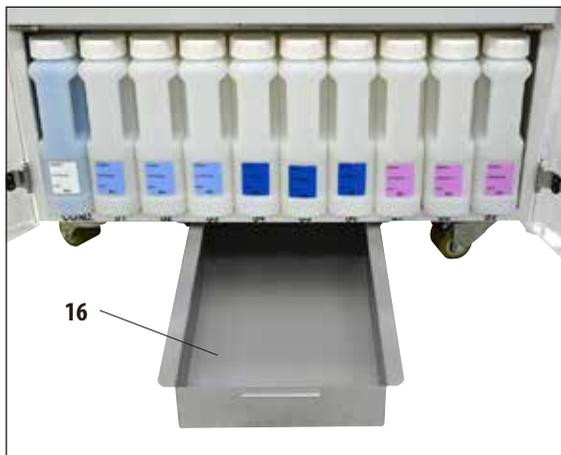

Fig. 230
Vérifier régulièrement que le bac collecteur (16) ne présente aucun signe de fuite de réactifs (fig. 230). Cette mesure est **recommandée** à la fin de chaque programme d'infiltration et de nettoyage pour que la quantité de réactif qui a fuit ne s'évapore pas.
- Pour ce faire, tirer le bac vers l'avant par la poignée (fig. 230) et le vider le cas échéant.